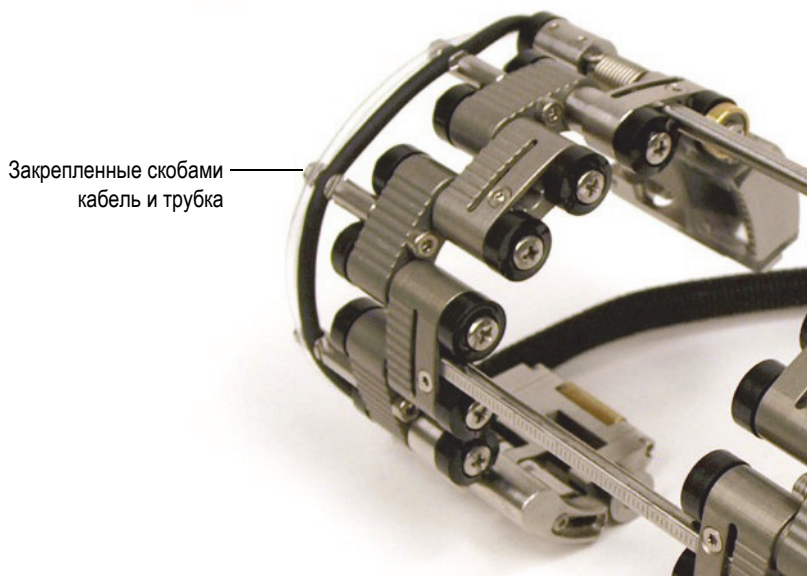

Рис. 2-6 Крепление кабеля и трубки вдоль сканера
3. На сканере, закрепите кабели и трубку с помощью специальных скоб (см. Рис. 2-6 на стр. 29).